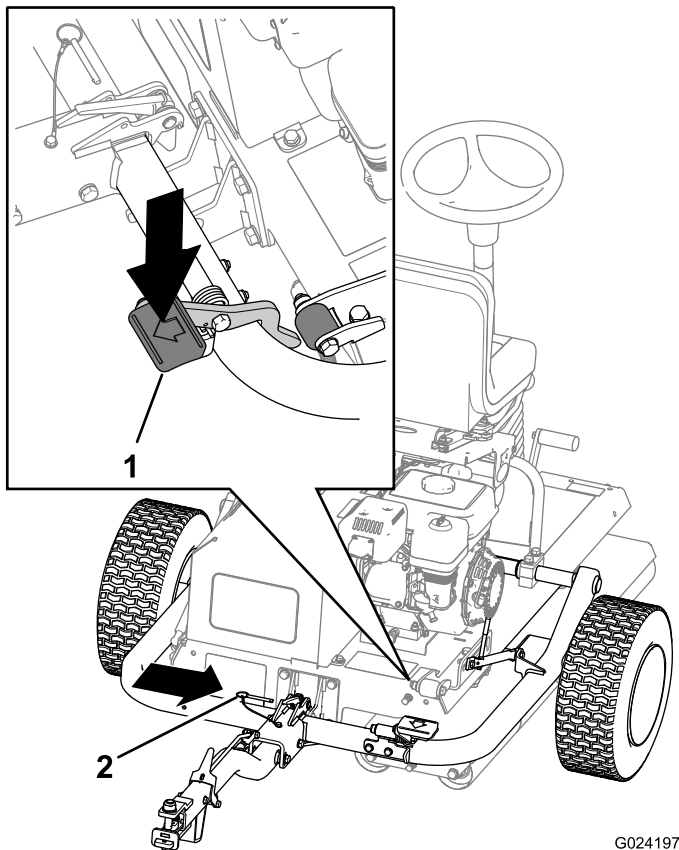

图7
- 踩到挂钩踏板上，直到挂钩锁入就位（图7）。
- 插入锁定销（图7）。